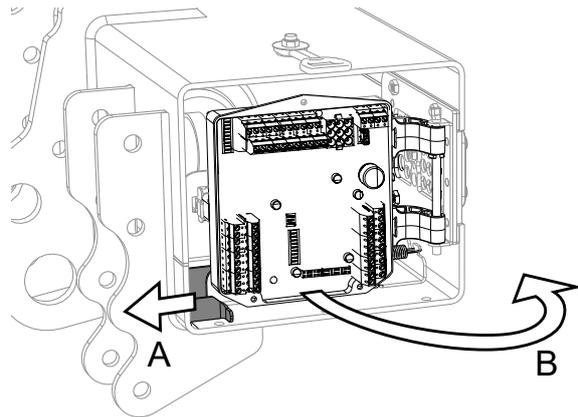
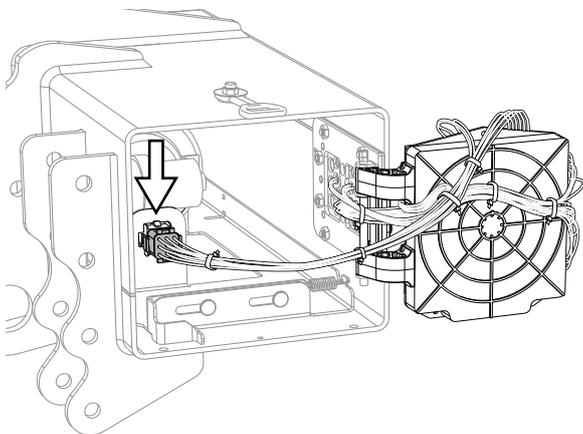

Abbildung 17. Entriegelung Steuerbaugruppe
Abbildung 18. Anschlussbuchse
3. Die Steuerplatine (B) herausklappen und den Kabelbaum am Stecker am Hydraulikaggregat lösen, siehe Abbildung 17 und Abbildung 18.